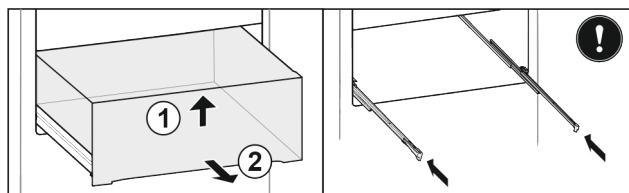

Fig. 27*
- ▶ Schuiflade aan de voorkant optillen Fig. 27 (1).*
- ▶ Er naar voren toe uitnemen Fig. 27 (2).*